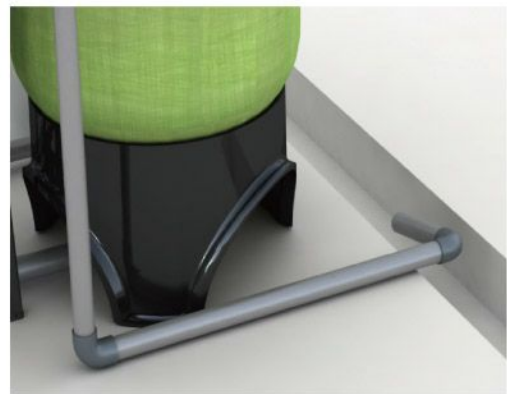

图10
10、安装排水管路：将排水限流垫圈放入排水口，用UPVC胶接。再用UPVC管将排水口连接。（图10）